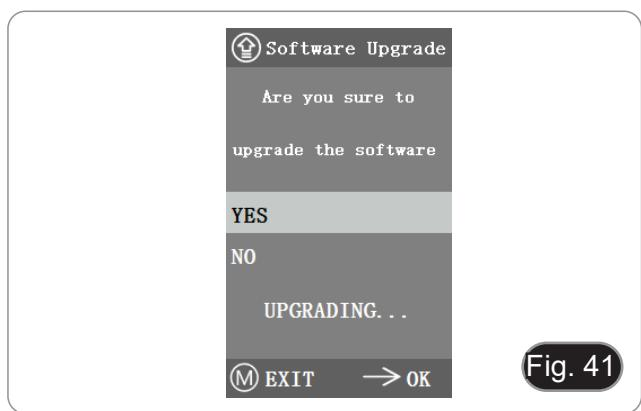

Fig. 41
1. Seleccionar “Sí” para actualizar, y aparecerá el siguiente mensaje: “UPGRADING...” mientras se actualiza el sistema. (Fig 41)